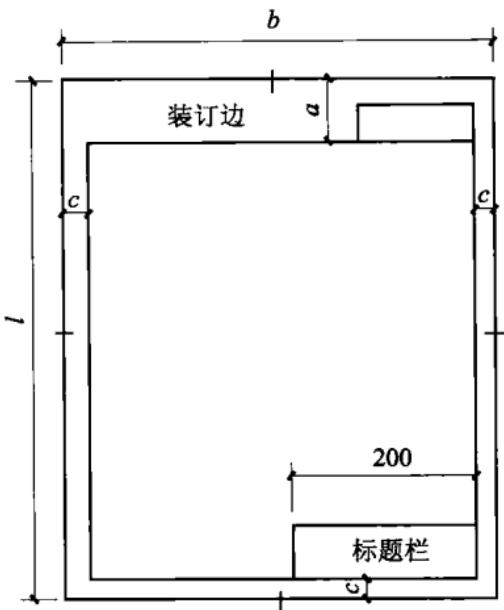
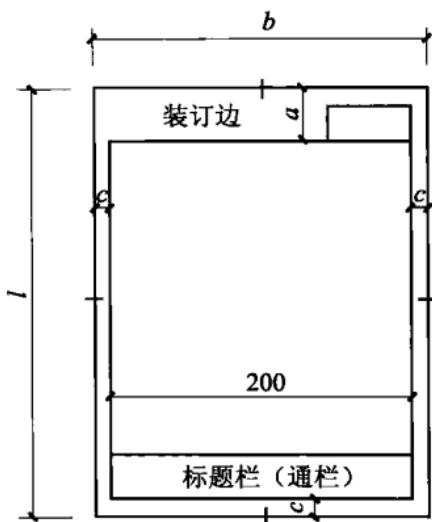

图 1-1-2 A0 ~ A3 立式幅面
图 1-1-3 A4 立式幅面
② 立式使用的图纸，应按图 1-1-2、图 1-1-3 的形式布置。